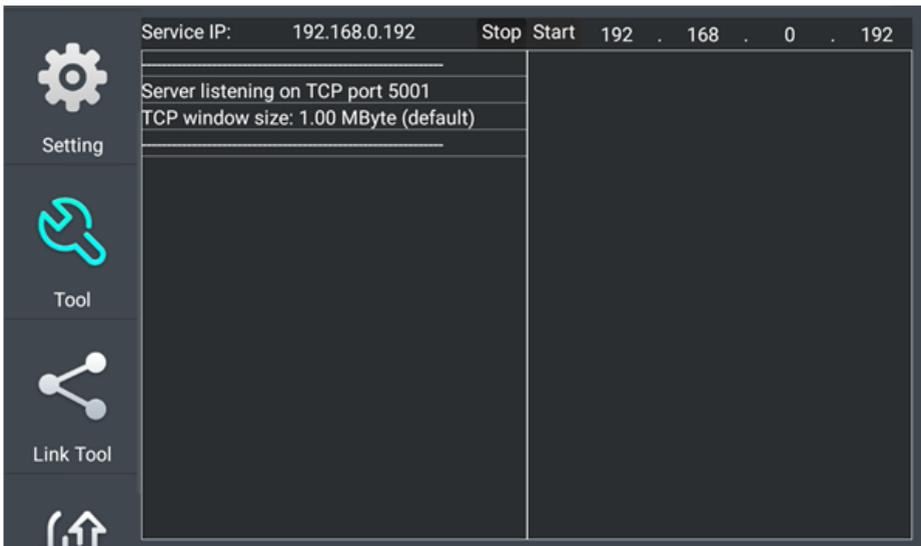

Рис. 112 Работа 1го тестера в режиме «сервер» при проверки пропускной способности сети
4. Один из тестеров запустите в качестве сервера, для этого нажмите кнопку Start Server (Запустить сервер). В верхнем поле слева отобразится IP адрес тестера, рис. 112;